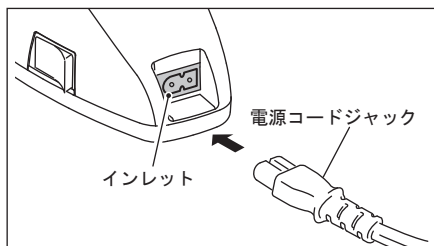

図 1
- 1) 充電器背面のインレットに電源コードのジャックを差し込みます。(図1)